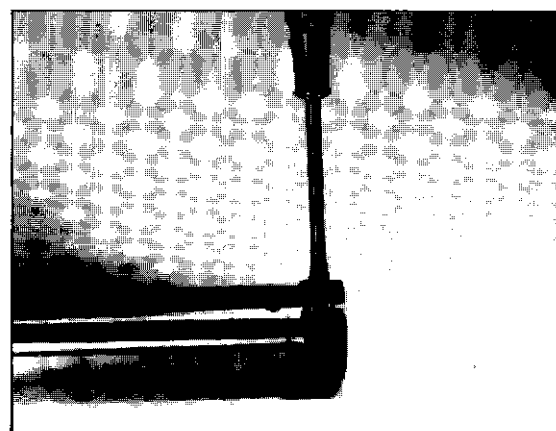

Fig. 9
14) Die Hülse von dem Rohr mit Hilfe eines Schraubenziehers herausnehmen und dabei die Verbindungsoberfläche heben (Fig. 9).